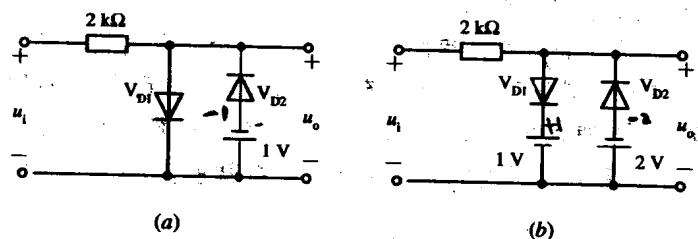

图 1-7 题 15 图
15. 电路如图 1-7 所示,  $u_i = 5 \sin \omega t$ , 试画出输出电压波形  $u_o$ 。